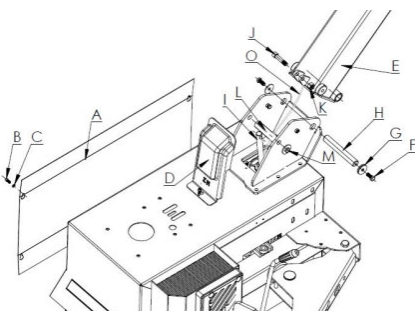

Abb.7
- Verwenden Sie einen 6mm Inbusschlüssel, um die Schraube B und die Unterlegscheibe C zu entfernen, und nehmen Sie dann die Seitenabdeckung A und die Abdeckung wie in Abb.7 ab.
- Heben Sie die Säule E wie in Abb.7 an, richten Sie das Loch der Säule und des Gehäuses aus, führen Sie den Achszapfen H ein und ziehen Sie die Schraube F und die Unterlegscheibe G (Schraube M12x25) fest (falls die Säule nicht fixiert werden kann, lösen Sie die Schraube M und ziehen Sie sie nach Abschluss der Installation wieder fest).
- Installieren Sie die Seitenabdeckung A und die Abdeckung D und befestigen Sie sie mit Schrauben wie in Abb.7 gezeigt.